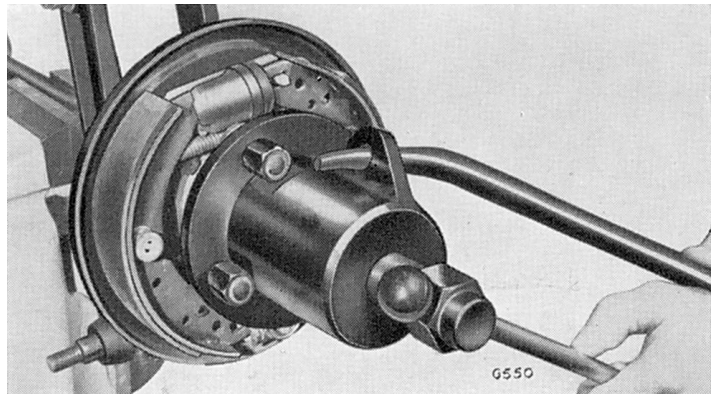

Fig. 7. Utilisation de l'outil Churchill S109C pour retirer le moyeu
Monter le déflecteur (44) sur le demi-arbre comme indiqué Fig. 7.